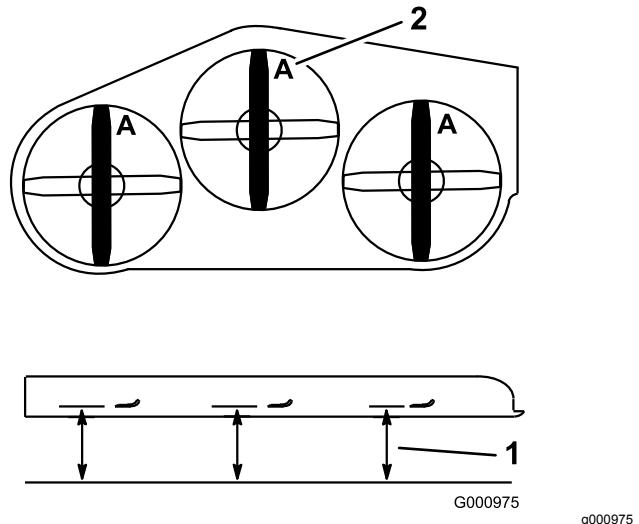

Figura 104
3. Girate le lame fino a disporle in parallelo con la lunghezza della macchina (Figura 104).
4. Misurate da un piano orizzontale fino al tagliente delle lame, posizione A, (Figura 104).